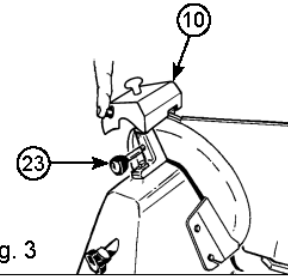

Fig. 3
- Na het slijpen, plaats de messenslijper (10) weer in zijn originele positie, zie Fig. 3 en maak de rand van het mes en de wielen schoon met alcohol.